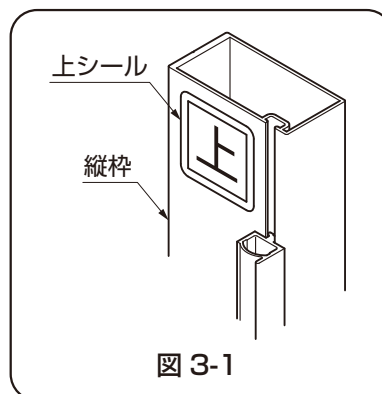

図 3-1
- 縦枠には上下があります。「上」シールが貼ってある方を上にして取付けてください。(図3-1参照)